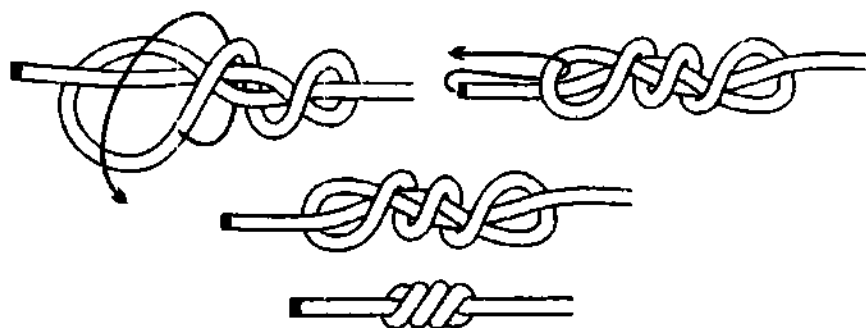

Рис. 83. 3-й способ вязки кровавого узла.
**3-й способ вязки кровавого узла.** Этот способ вязки предпочтительней в том случае, если необходимо связать узел с большим количеством шлаггов. Шлагги формируются петлёй, которая оборачивается вокруг узла. После того, как с помощью петли сформировано достаточное количество шлаггов, ходовой конец пропускается в эту петлю и узел затягивается (рис. 83). Привязывая крючок к леске, этим способом часто пользуются рыбаки.